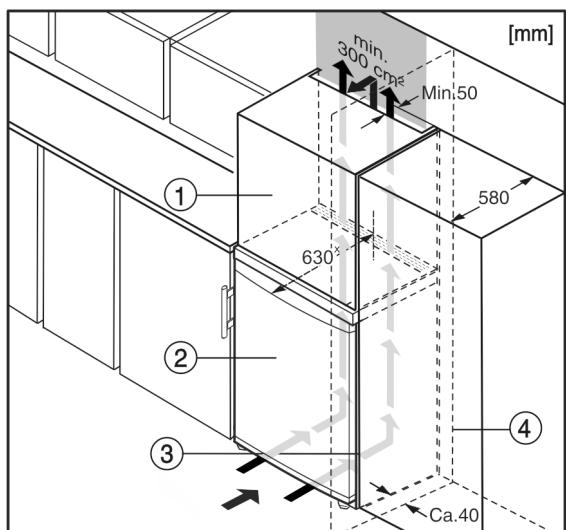

Fig. 5
(1) Nadstavná skrinka
(2) Zariadenie
(3) Kuchynská skriňa
(4) Stena
Zariadenie môže byť zabudované medzi kuchynskými skriňami. Aby sa zariadenie Fig. 5 (2) prispôsobilo výške kuchynskej linky, môže sa nad zariadením umiestniť nadstavná skrinka Fig. 5 (1).
Pri vstavaní s kuchynskými skriňami (hlbka max. 580 mm) je možné zariadenie inštalovať priamo vedľa kuchynskej skrine Fig. 5 (3). Zariadenie vyčnieva nabok 34 mm × a v strede zariadenia 50 mm × oproti prednej časti kuchynskej skrine.
Ak je zariadenie umiestnené so zavesením vedľa steny Fig. 5 (4), vzdialenosť medzi zariadením a stenou musí byť minimálne 40 mm. To zodpovedá presahu držadla pri otvorených dverach.